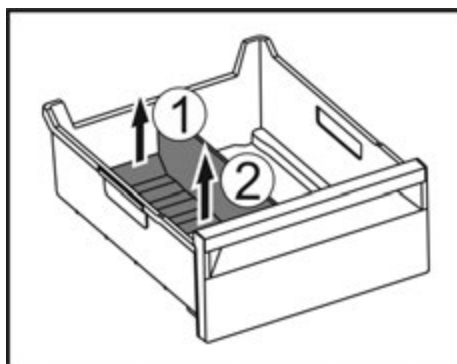

Fig. 54
- ▶ Підняти задню частину перегородки відділення для льоду. Fig. 54 (1)
- ▶ Вилучити перегородку рухом вгору. Fig. 54 (2)